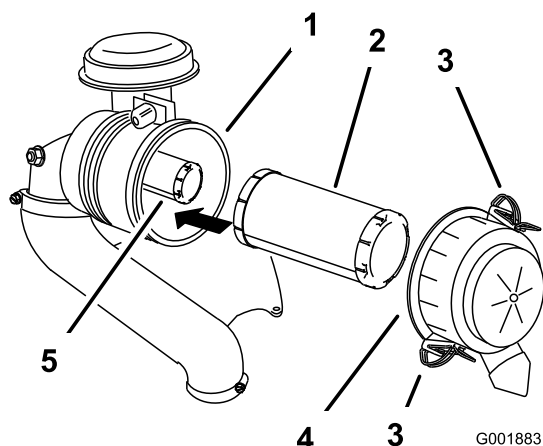

Figura 45
2. Rilasciate i dispositivi di fermo del filtro dell'aria e togliete il coperchio dal corpo del filtro (Figura 45).
- Estraete con cautela il filtro primario dal corpo del filtro dell'aria (Figura 45).
- Se sostituite il filtro di sicurezza, inseritelo con cautela nel corpo del filtro (Figura 45).
- Montate con cautela il filtro primario sul filtro di sicurezza (Figura 45).
- Montate il coperchio del filtro dell'aria con il lato contrassegnato da **up** (alto) rivolto in alto, quindi fissate i dispositivi di fermo (Figura 45).